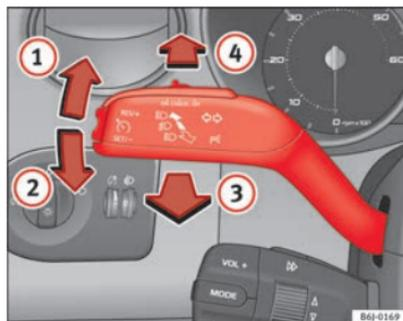

Abb. 59 Blinker- und Fernlichthebel
- Drücken Sie den Hebel bis zum Anschlag nach oben \Rightarrow Abb. 59 $\textcircled{1}$, um **rechts** zu blinken bzw. nach unten $\textcircled{2}$, um **links** zu blinken.
- Drücken Sie den Hebel nach vorne => Abb. 59 , um das Fernlicht einzuschalten.